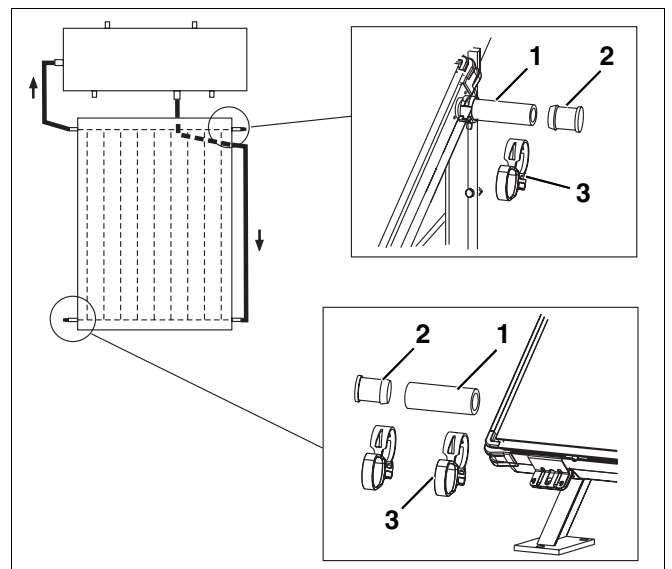

Fig. 21 Acoplar el tapón ciego
- ▶ Introduzca el tapón ciego (fig. 21, **pos. 2**) con el borde reforzado hacia delante en el tubo solar (fig. 21, **pos. 1**).
- ▶ Empuje la abrazadera (fig. 21, **pos. 3**) hasta el borde reforzado del tapón ciego. Cuando la posición de la abrazadera sea la correcta, podrá retirar el anillo tensor azul.